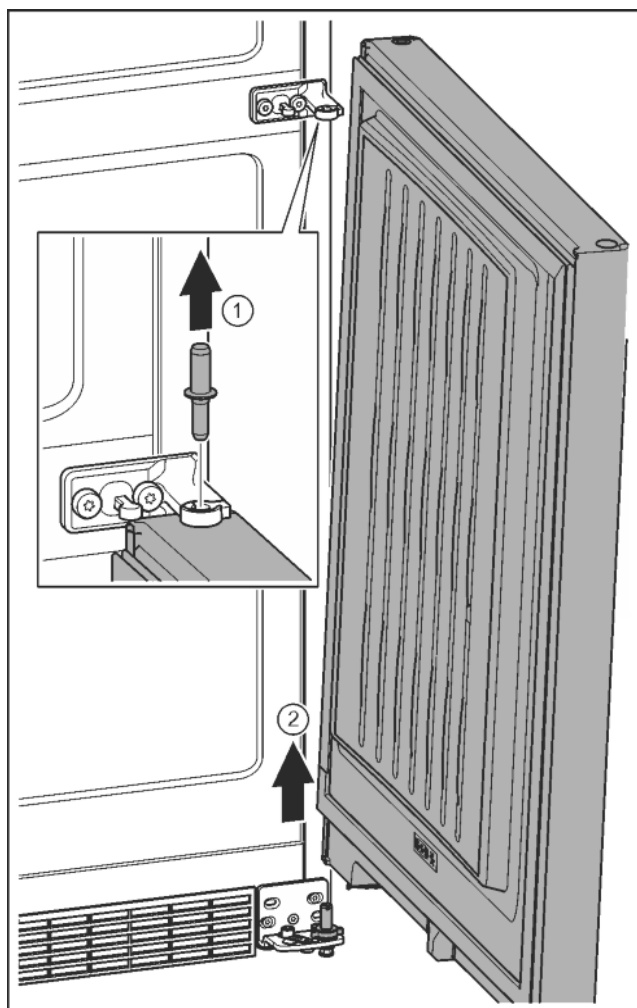

Fig. 11
- ▶ Bouten vanaf de bovenkant eruit trekken. *Fig. 11 (1)*
- ▶ Deur naar buiten draaien, naar boven trekken en aan de zijkant stellen. *Fig. 11 (2)*